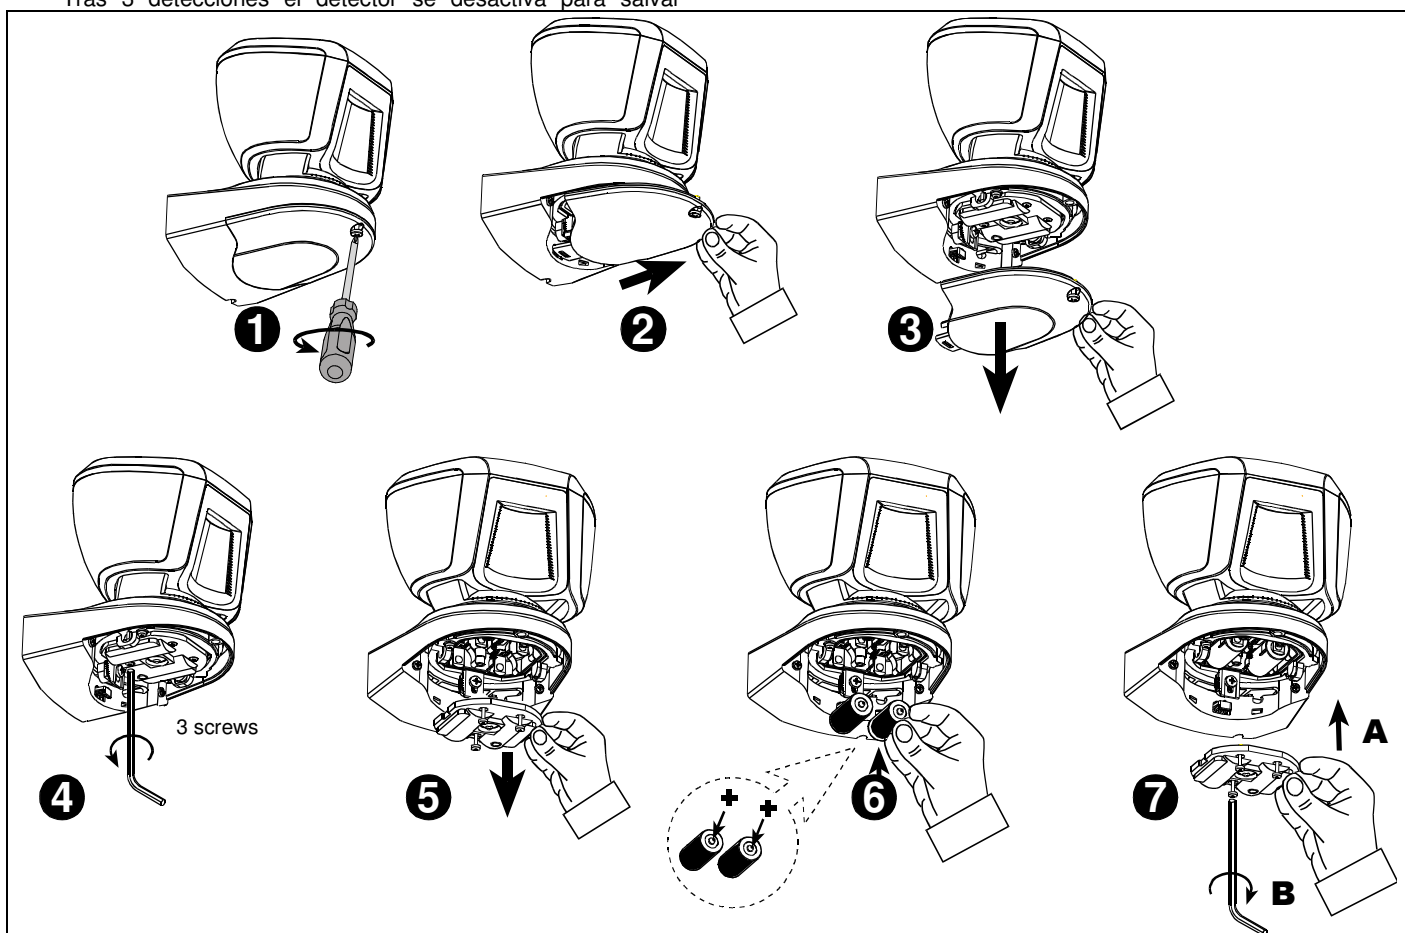

Figura 3 – Instalación de baterías
Retire las 2 tapas del detector (ver Figura 3, pasos 1-5) para acceder a los DIP switches. Sitúelos conforme a la siguiente tabla:
3.2 Instalación de Baterías (Figura 3)